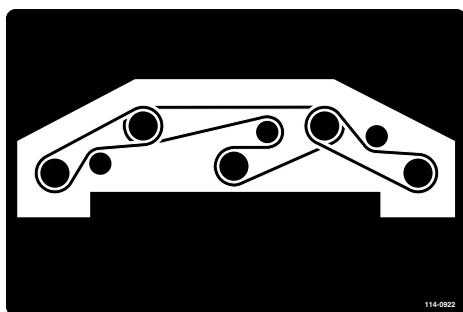

Figure 84
6. Acheminez la courroie neuve autour des poulies d'axe et de l'ensemble poulie de tension, comme indiqué à la Figure 84.